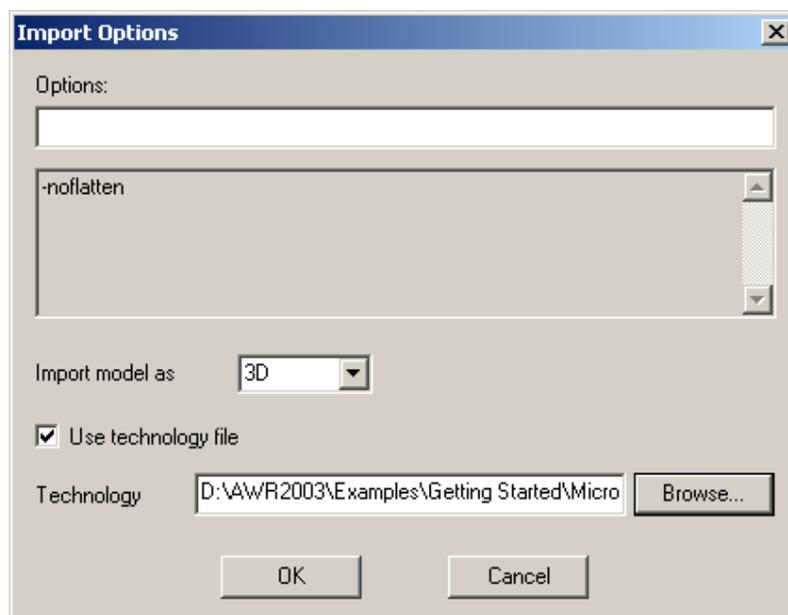

Рис. 1.26. Установка опций импорта
3. Выберите файл трехмерной модели, который Вы хотите импортировать (с опциями, выбранными в диалоге рис. 1.26).